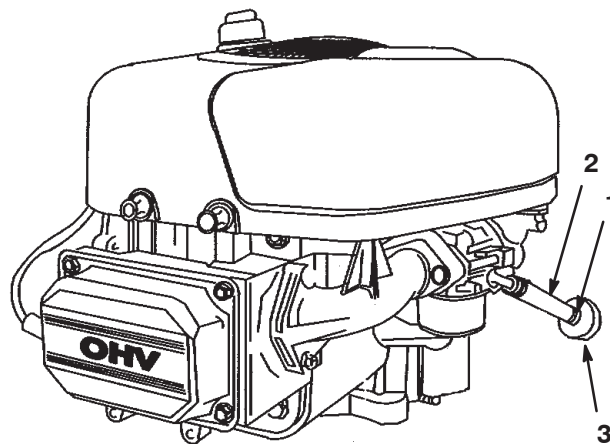

Figure 28
7. Desserrez le collier de serrage au niveau du filtre à carburant et repoussez-le le long de la conduite d'alimentation pour l'éloigner du filtre (Fig. 28).
8. Débranchez les conduites d'alimentation du filtre à carburant (Fig. 28).
11. Rapprochez le collier de serrage du filtre pour fixer la conduite d'alimentation (Fig. 28).
Remplacez le filtre à carburant toutes les 100 heures de fonctionnement ou une fois par an, le premier des deux prévalant. Le meilleur moment pour remplacer le filtre à carburant (Fig. 28) est lorsque le réservoir à carburant est vide. Ne réinstallez jamais un filtre à carburant encrassé après l'avoir déposé de la conduite d'alimentation.
7. Pincez les extrémités des colliers et éloignez-les du filtre (Fig. 28).